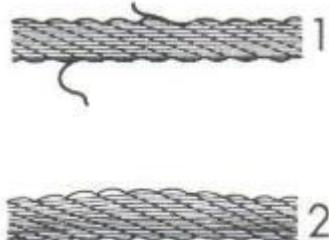

Рисунок 3. Проверка троса: (1) – использовать трос запрещено; (2) – трос готов к использованию.
- Периодически проверяйте состояние стального троса (рисунок 3).